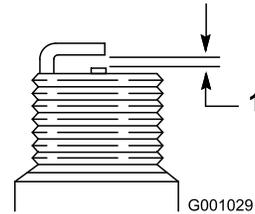

Figure 34
4. Réglez l'écartement des électrodes de la nouvelle bougie à 0,76 mm, comme montré à la Figure 34.